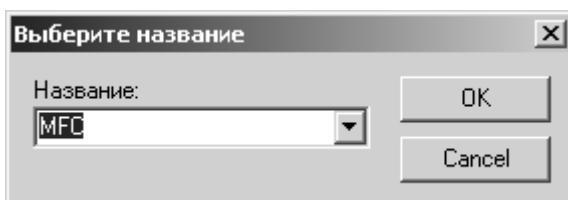

Рисунок 4.49 - Добавление всех контроллеров
- б) в окне добавления всех контроллеров (Рисунок 4.49) нужно выбрать желаемый префикс имени контроллеров или задать новый, затем нажать на кнопку «OK».